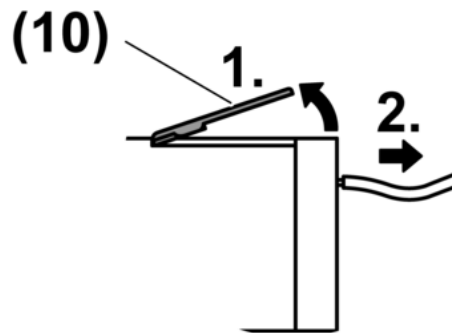

Bild 4: Steckklemme lösen
- Lösehebel (10) wie im Bild beschrieben (Bild 4) anheben und Anschlussleitung herausziehen.